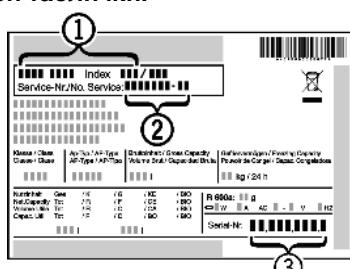

Fig. 17
- Считать обозначение устройства Fig. 17 (1), сервисный номер Fig. 17 (2) и серийный номер Fig. 17 (3) с заводской таблички. Заводская табличка находится внутри устройства слева.